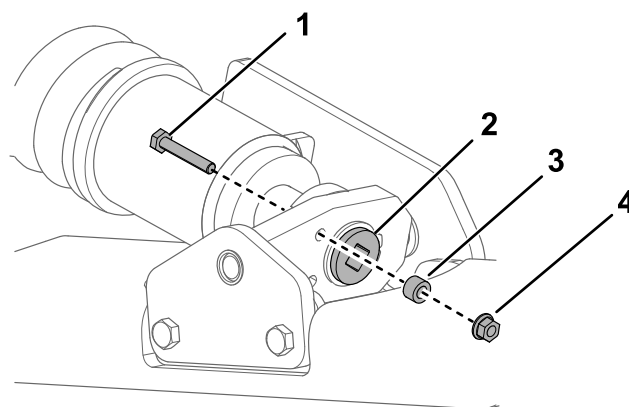
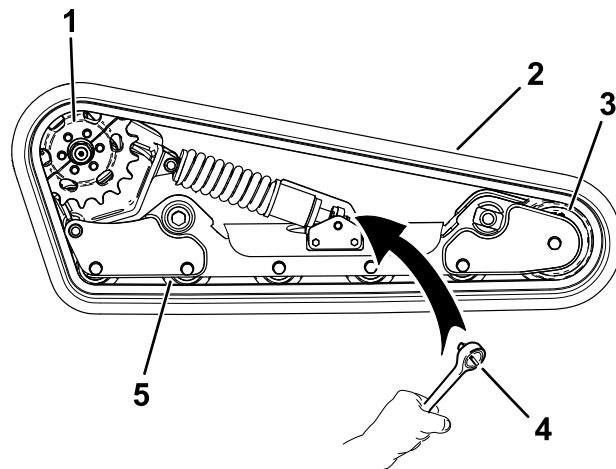

図 57
図 61
4. ロッキングボルト、スペーサ、ナットを外す 図 57。
6. テンションねじのノッチのうち、ロックンボルトの穴に一番近いノッチを穴に合わせ、ねじを溝をローラを適切な穴に合わせてセットし、シャフトを通してボルトとナットで固定する 図 57。
7. ロッキングボルト、スペーサ、ナットを外す 図 57。
8. 1/2" のドライブレレンチを使用して、テンショニングねじを左にまわしてドライブテンションを解放する 図 57 と 図 61。
9. クローラと噛み合っていないスプロケットハーフを固定しているボルト 3 本を外す 図 61。
14. 新しいクローラを前ホイールに回しかけ、次に駆動ハブのスプロケットの無い側に回しかける 図 61。
15. ロードホイールの下および間にクローラを押し込むようにして、フレームに取り付ける 図 61。